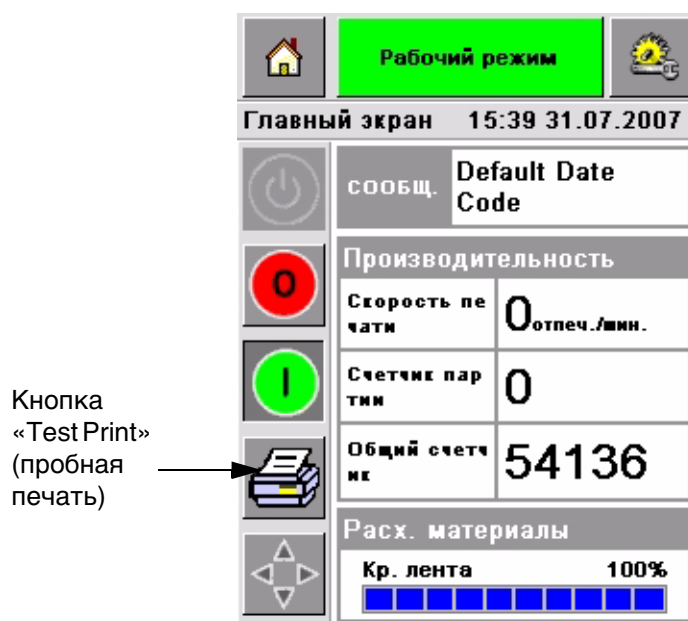

рисунок 3-12: Кнопка «Test Print» (пробная печать)
Пробное изображение может быть напечатано до запуска печати принтера, чтобы проверить уровень качества печатного изображения. Если данная функция была заблокирована инженером по установке, то кнопка «Test Print» (пробная печать) (Рисунок 3-12 на странице 3-10) будет отображаться серым цветом. Кроме того, чтобы кнопка «Test Print» (пробная печать) была активной, принтер должен быть переключен в "РАБОЧИЙ"
- 3 Нажмите кнопку «Test Print» (пробная печать) на панели управления системы CLARiTY (Рисунок 3-12). Принтер начнет печатать пробную страницу.